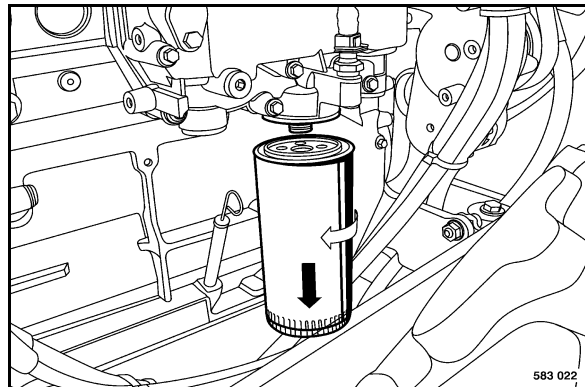

fig. 137
- Nettoyer soigneusement le côté extérieur de la cartouche de filtre (fig. 137).